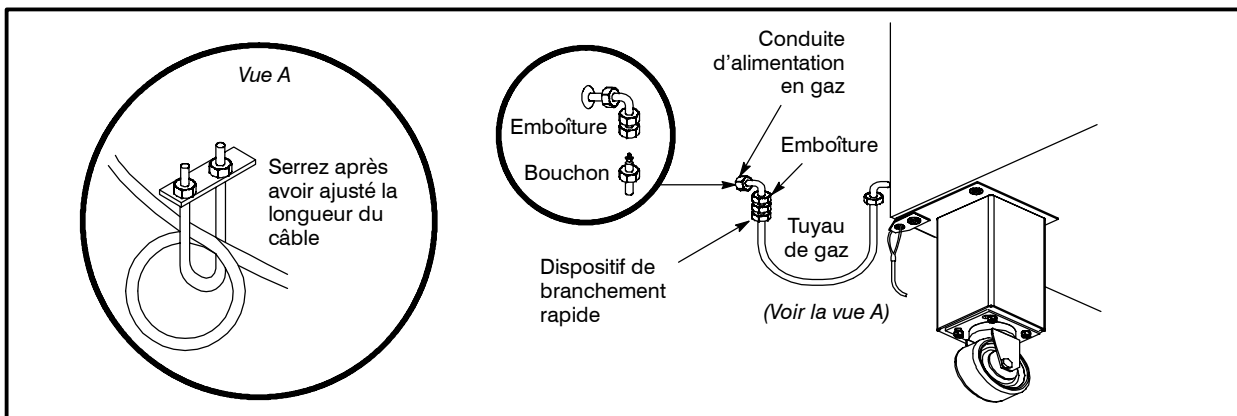

Figure 17
- Le bridage doit être suffisamment court pour prévenir toute pression sur le connecteur. Voir la Figure 17 vue A, pour les détails sur l'ajustement de la longueur.